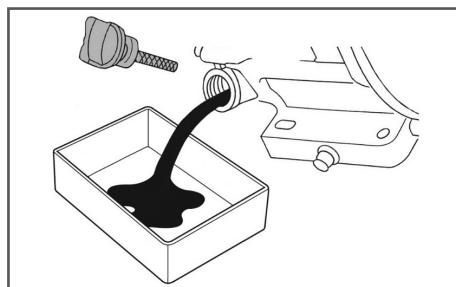

Рис. 14 Замена моторного масла
- Подставьте под маслозаливную горловину ёмкость для масла, после чего с помощником наклоните виброплиту с помощью рабочих рукояток в сторону задней маслозаливной горловины двигателя и слейте отработанное масло через маслозаливную горловину в подготовленную для этого емкость (Рис. 14).